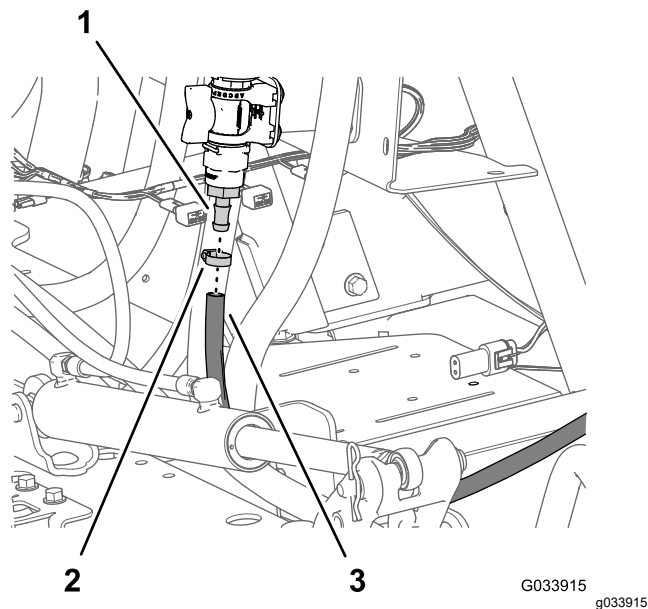

図 36
6. 散布スティック用ホースを、制御バルブのバープ付きフィッティングに接続し、ホースクランプで固定する 図 36。